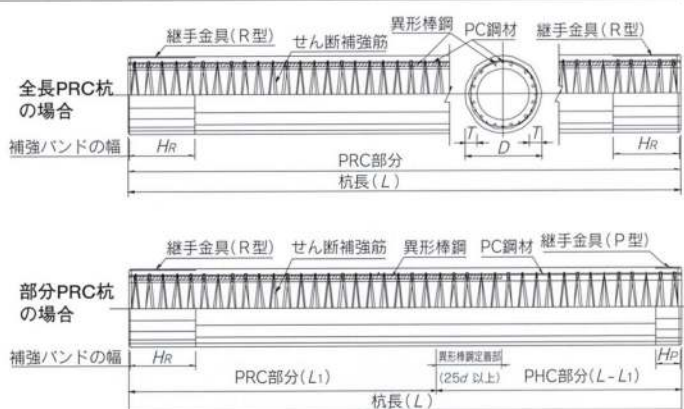

図1 CPRCパイルの標準構造
(社)コンクリートパイル建設技術協会(以下、COPITA)の会員各社が独自で開発した高強度プレストレスト鉄筋コンクリート杭(PRC杭)は、各メーカーによって仕様が異なり、建築設計事務所等のユーザーがPRC杭を採用するにあたり、その使い勝手の悪さを以前から指摘されてきた。そこで、COPITAは耐震性のある杭の必要性も考慮して、新しいせん断耐力の算定式を取り入れた耐震性を有するCOPITA型PRC杭(以下、CPRCパイル)として仕様統一を図った(図1)。
⑤全長PRC杭の場合と、外力に応じて必要な区間をPRC杭とする部分PRC杭の2種類としている(図1)。
⑥長期および短期許容曲げモーメントの求め方は、プレストレスを考慮したRC断面の算定方法を採用している。